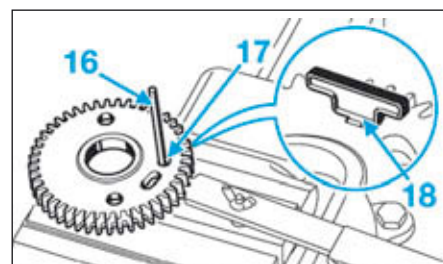

FIG.34
- Placer une goupille (16) de diamètre 4 mm dans le trou (17) du pignon sur arbre à cames côté admission (Fig.34).